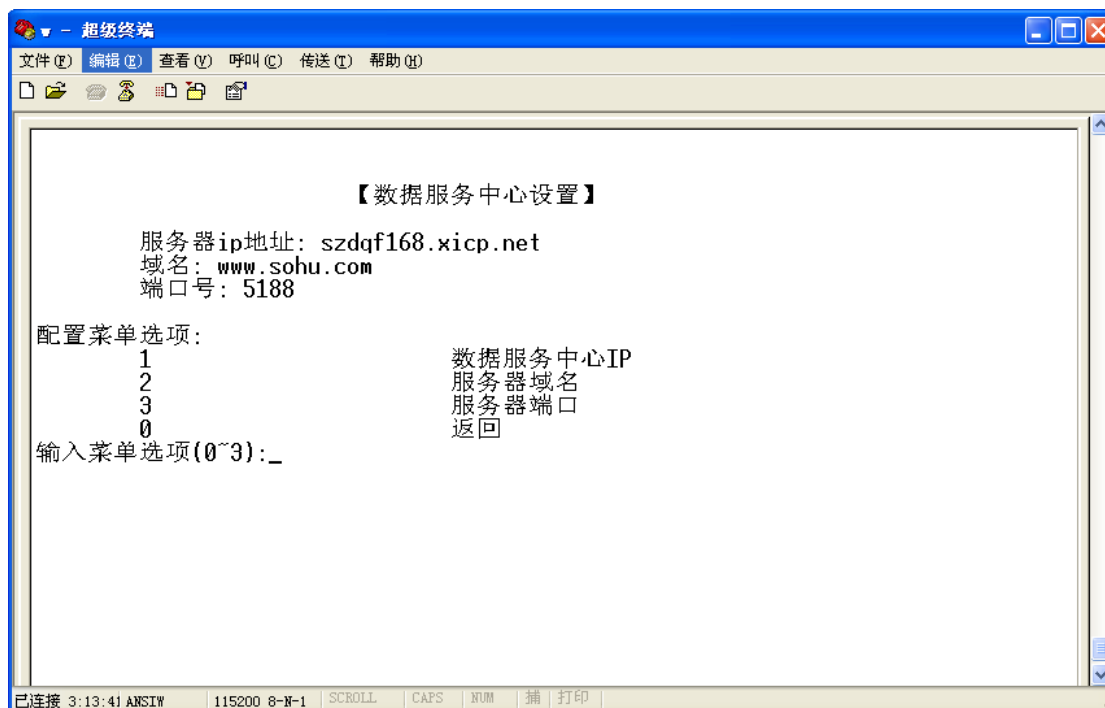

图 8 数据服务中心设置
4) 在主菜单的菜单输入选项输入数字 2，进入数据服务中心设置，如下图 8 所示为数据服务中心设置界面。包含服务器 IP 地址和端口参数。